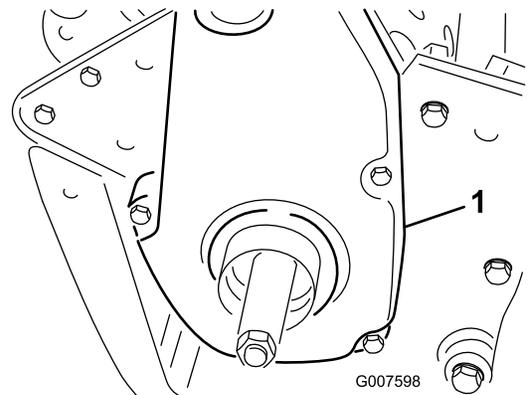

図 30
1. ベルト・カバー取り付けネジを外してカバーを取り、ベルトを露出させる (図 30)。